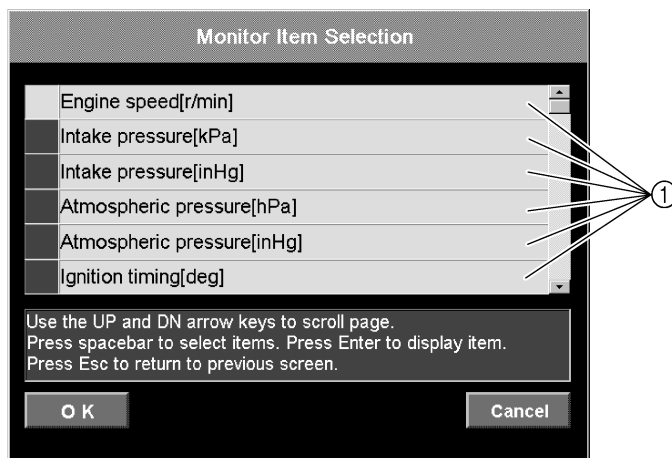

Fig. 38
3. Select an item by either clicking it or pressing the up or down arrow keys on your keyboard, and then press the space bar. (Fig. 38)
4. Click the **OK** button or press the Enter key on your keyboard. The **Engine monitor** window appears. To cancel the monitor, click the **Cancel** button or press the Esc key on your keyboard. (Fig. 38)
3. Sélectionner un élément en cliquant dessus ou en utilisant les touches haut ou bas du clavier, puis appuyer sur la barre d'espace (Fig. 38).
① Eléments sélectionnés
4. Cliquer sur le bouton **OK** ou appuyer sur la touche Entrée du clavier. La fenêtre **Engine monitor** s'affiche. Pour annuler la surveillance, cliquer sur le bouton **Cancel** ou appuyer sur la touche Echap du clavier (Fig. 38).
3. Ein Datenfeld entweder durch Anklicken oder durch Benutzung der Pfeiltasten auf Ihrer Tastatur auswählen und dann die Leertaste drücken. (Abb. 38)
① Ausgewählte Datenfelder
4. Klicken Sie auf **OK** oder drücken Sie die "Enter"-Taste auf Ihrer Tastatur. Das **Engine monitor**-Fenster erscheint. Um den Monitor abubrechen, klicken Sie auf **Cancel** oder drücken Sie die "Esc"-Taste auf Ihrer Tastatur. (Abb. 38)
3. Seleccione un elemento haciendo clic en él o bien pulsando la flecha arriba o abajo del teclado y luego pulse la barra espaciadora. (Fig. 38)
① Elementos seleccionados
4. Haga clic en el botón **OK** o pulse la tecla Intro en el teclado. Aparece la ventana **Engine monitor**. Para cancelar el monitor, haga clic en el botón **Cancel** o pulse la tecla Esc del teclado. (Fig. 38)